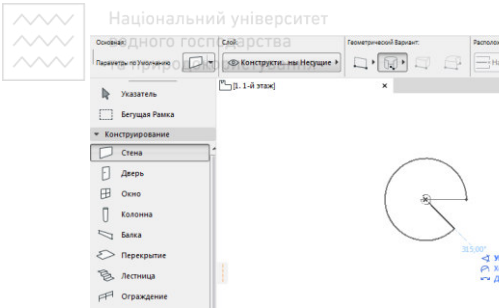
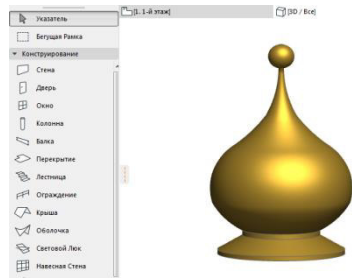

Рис. 5
Рис. 6
5. На плані поверху будуємо стіну заданого профілю спочатку для куполу (рис. 5, рис. 6), потім для барабану задавши відповідний радіус основи даних конструкцій. При потребі змінюємо прив’язку, якщо профіль будується внутрішньою стороною.